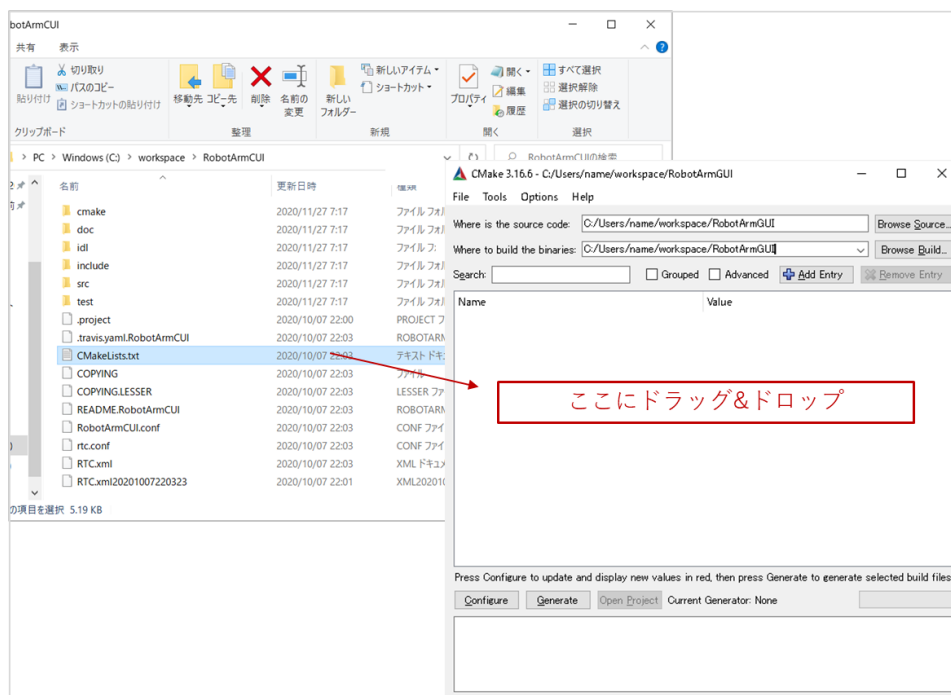

図 10 CMake での作業
- ① CMake を起動する。
- ② 「RobotArmCUI」ディレクトリ内の「CMakeLists.txt」を CMake 上にドラッグ&ドロップする (図 10)。